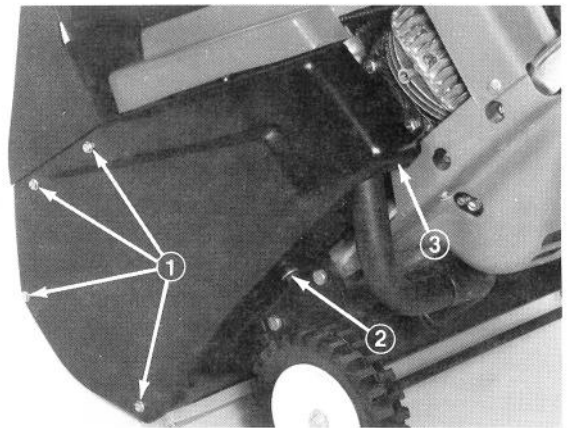

Abb. 13
2. Die Blechschraube und vier Sechskantschrauben und Muttern entfernen, mit denen die Verkleidung befestigt ist (Abb. 13). Dann die Verkleidung abnehmen.
7. Die Verkleidung wieder mit der Blechschraube und den vier Sechskantschrauben und Muttern befestigen (Abb. 13).